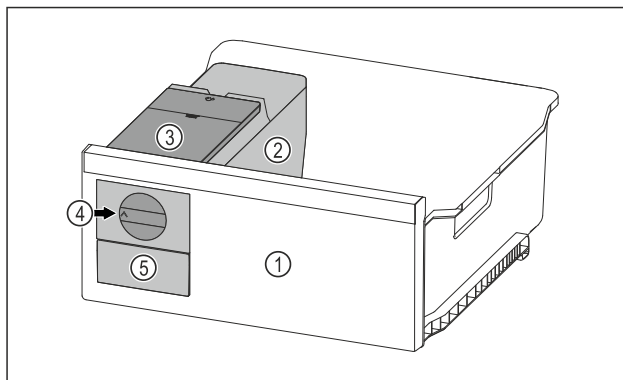

Fig. 123 Príklad zobrazenia
- ▶ Otočný gombík Fig. 123 (4) otočte v smere hodinových ručičiek až na doraz.
- ▷ Kocky ľadu vypadávajú z misky na kocky ľadu do zásuvky na kocky ľadu Fig. 123 (5).